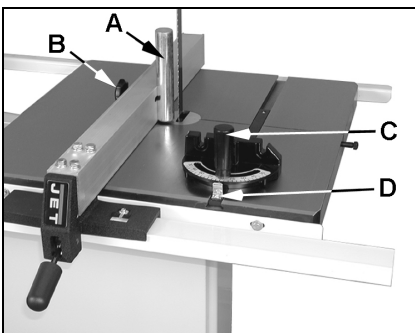

Fig 7
Montieren Sie den Anschlag (A, Fig 7) mit der Sterngriffschraube (B) auf Höhe der Sägeband-Zahnung.